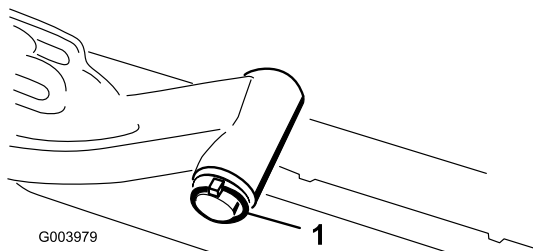

Bild 18
- A. Nehmen Sie den Klappstecker und die Scheibe ab, mit denen die Gelenkwelle des Hubarms am Hubarm befestigt ist. Schieben Sie die Gelenkwelle des Hubarms aus dem Hubarm (Bild 18).
- C. Setzen Sie die Hubarmwelle in den Hubarm ein und befestigen Sie sie mit der Scheibe und dem Klappstecker (Bild 18).